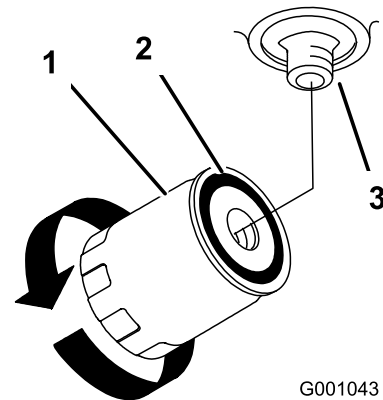

Figura 64
7. Spalmate un velo di fluido idraulico sulla guarnizione di gomma del filtro di ricambio (Figura 64).
9. Riempite il serbatoio con fluido idraulico finché questo non fuoriesce dal filtro, quindi girate il filtro in senso orario fin quando la guarnizione di gomma non tocca l'adattatore del filtro; a questo punto serrate il filtro girandolo di un altro mezzo giro (Figura 64).